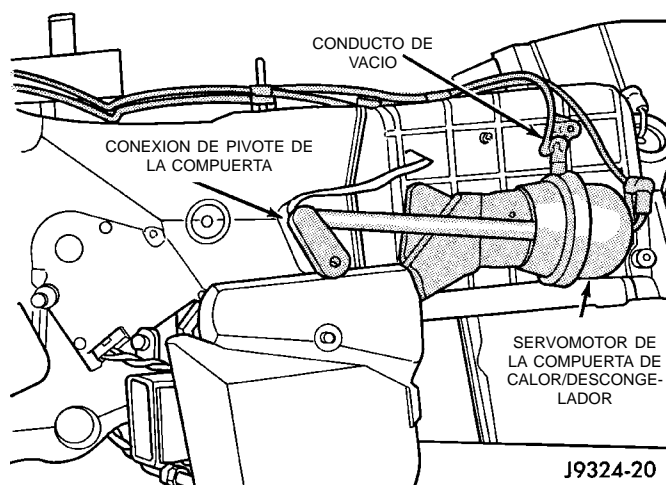

Fig. 61 Servomotor de la compuerta de calor/descongelador
(1) Retire la caja de calefactor y A/A del vehículo tal como se describe en este grupo.
(2) Invierta la caja del calefactor y A/A.
(3) Desenchufe el conector del mazo de vacío del servomotor (Fig. 61).